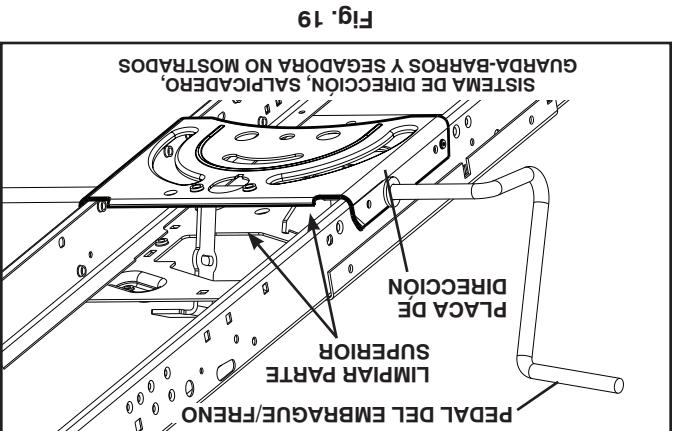

Fig. 19
- Limpie los desechos de la placa guía. Los desechos pueden limitar el movimiento del eje del pedal freno/embague, lo que hará que patine la correa y que se pierda la tracción. Vea Fig. 19.